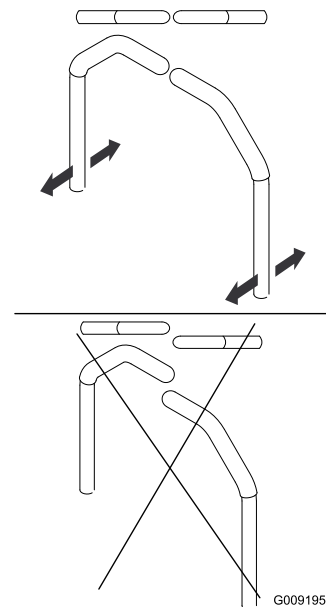

Figura 61
4. Alinee las palancas en el sentido adelante/atrás acercándolas a la posición de punto muerto, y moviéndolas hasta que estén alineadas; luego apriete los pernos (Figura 61).